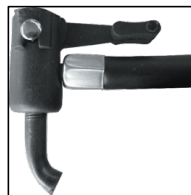

Figure 8
Le manomètre (pos. 2 dans la vue d'ensemble) sert à contrôler la pression de l'air. Éteignez le compresseur dès que la pression pneumatique souhaitée est atteinte ; pour ce faire, pressez l'interrupteur Marche/Arrêt. Retirez le raccord de valve en procédant dans l'ordre inverse (figures 8 – 5).